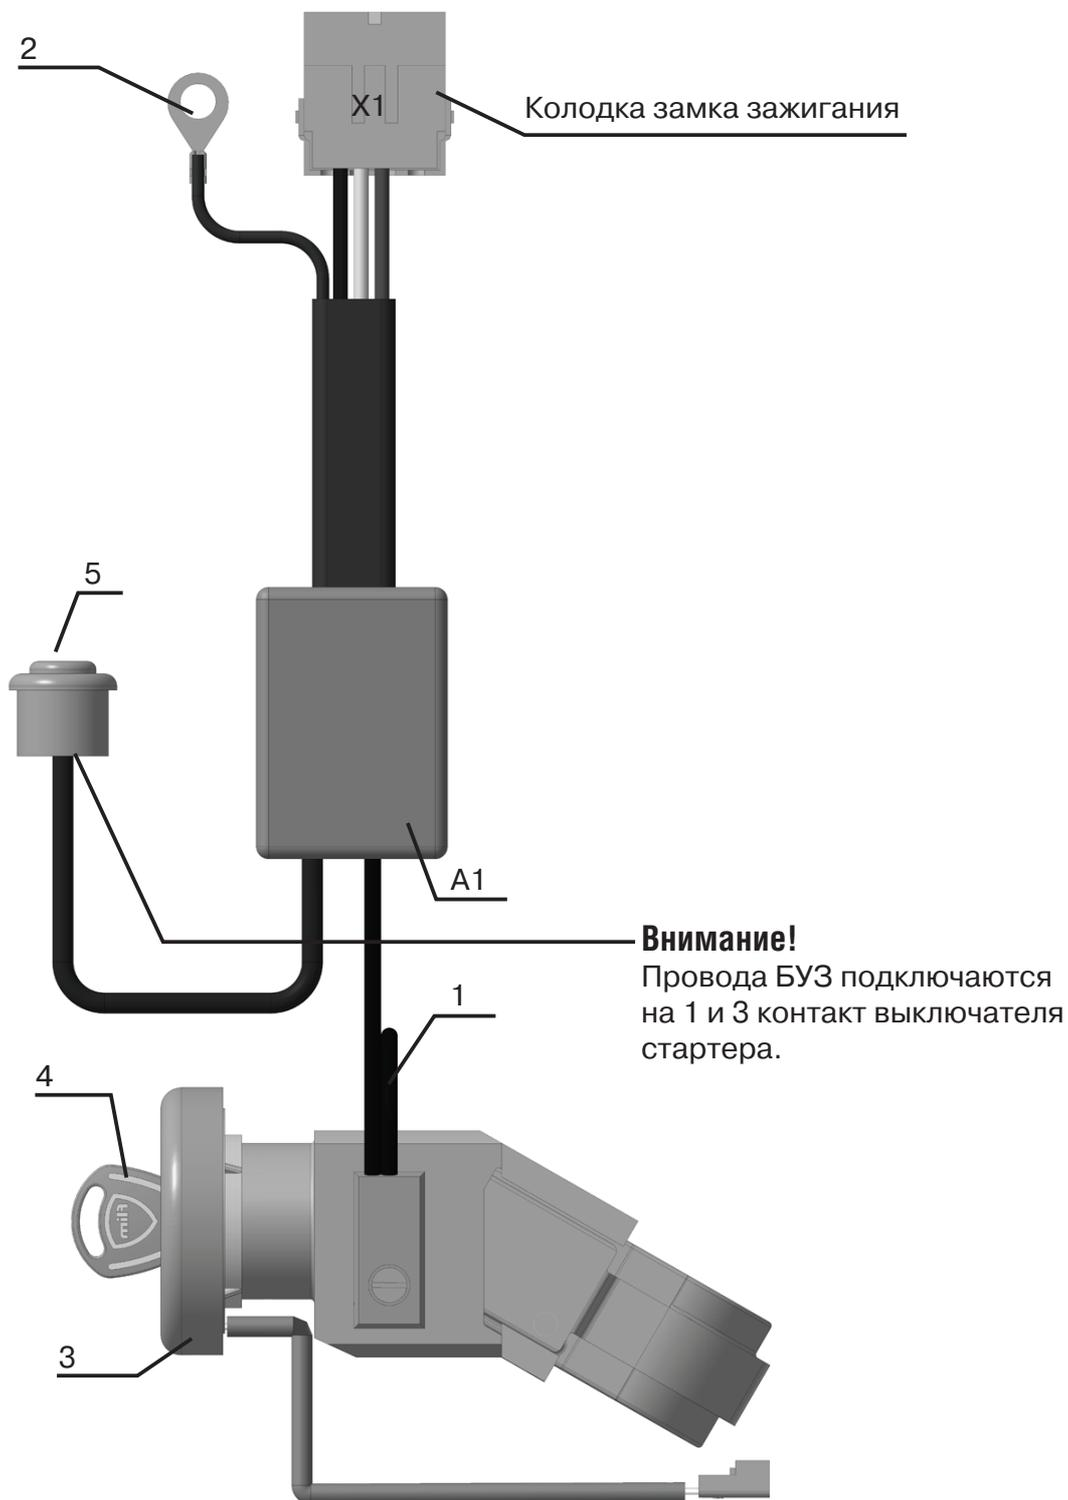

Рис. 6
Включение и выключение силовой электрической цепи зажигания и стартера осуществляется двумя реле в блоке управления зажиганием (рис. 6, рис.7 поз. А1), и управляется посредством вращения ключа замка (рис. 6, рис7 поз. 4) и кнопки выключателя стартера (Рис.6, рис. 7 поз. 5).
6.1. Перед подключением разъёма X1 блока управления зажиганием, необходимо подключить массу блока колодка 2 (рис. 6,7).
6.2. Схему соединений и обозначение электрических компонентов смотрите на рисунке 6,7. Колодку X1 (рис. 6,7) от блока управления зажиганием А1, подключите к ответному разъёму жгута автомобиля.